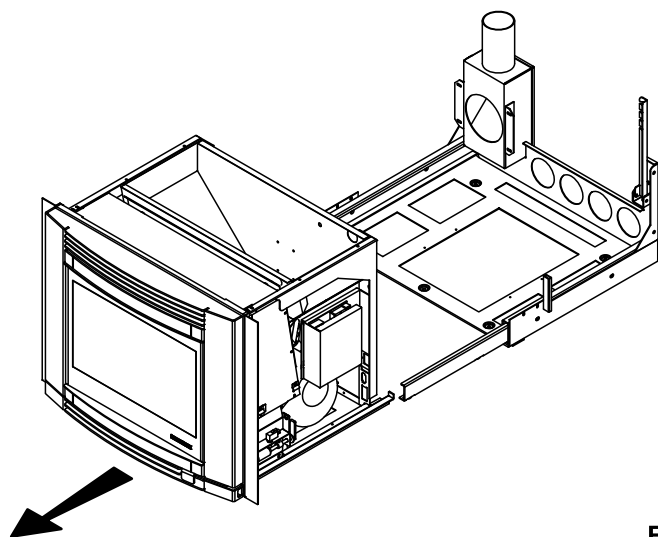

Fig. 6.1.7
- 1) Dégager l'appareil du soubassement (Fig. 6.1.7);